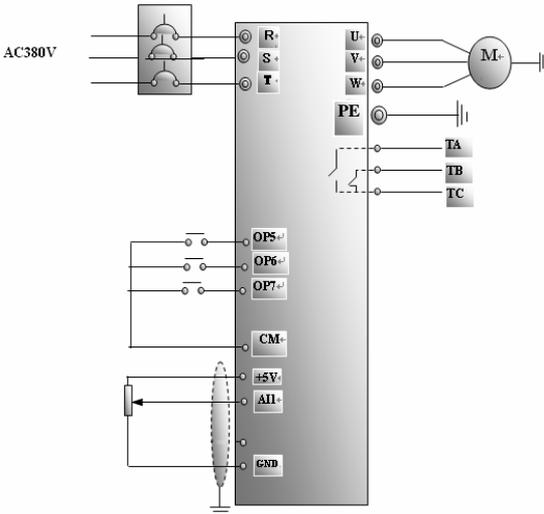

图 4-3 接线示意图 3
- (1) 按图 4-3 配线，检查接线正确后，合上空气开关，变频器上电；注意：外部模拟信号设定电位器可选择 2K~5K 电位器。对于精度要求高的场合请选用精密多圈电位器，接线使用屏蔽线，屏蔽层要可靠接地。